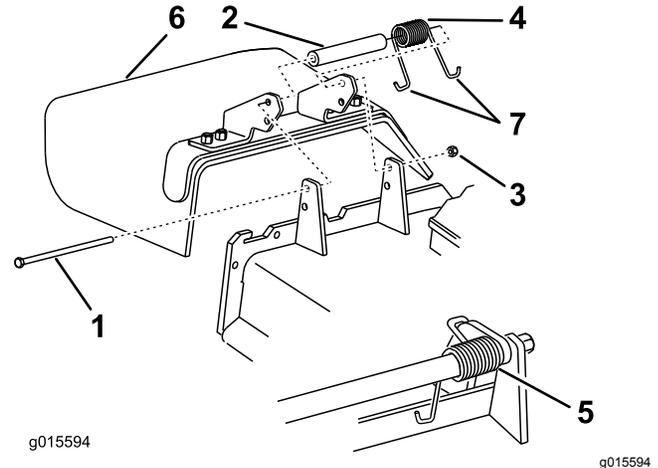

Figura 23
4. Retire la contratuerca, el perno, el muelle y el espaciador que sujetan el deflector a los soportes de pivote (Figura 23).
5. Retire el deflector de hierba (Figura 23).